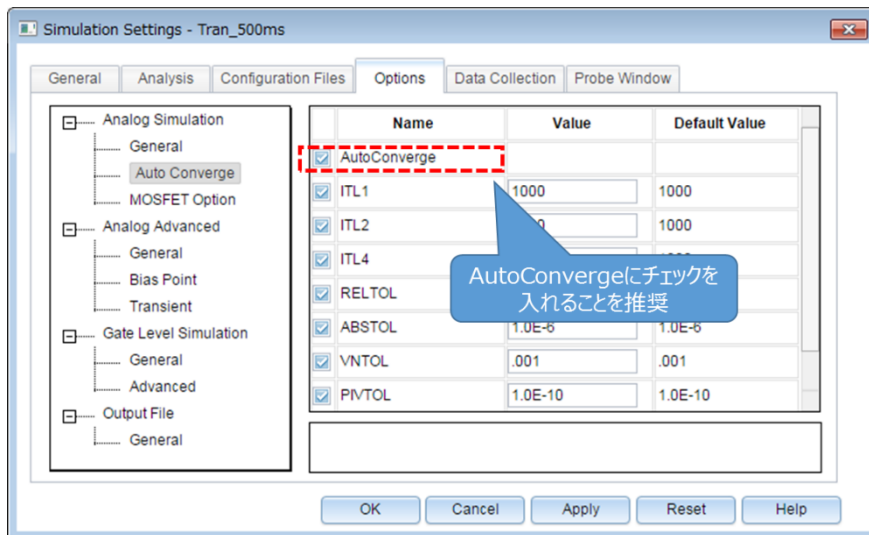

図 5.4 「Simulation Settings」-「Options」画面
- (3) 「Options」タブにて解析オプションの設定を行います。本モデルでのシミュレーションにおいては、図 5.4 に示すように「Analog Simulation」-「Auto Converge」-「AutoConverge」にチェックを入れ、自動収束機能を有効にすることを推奨します。